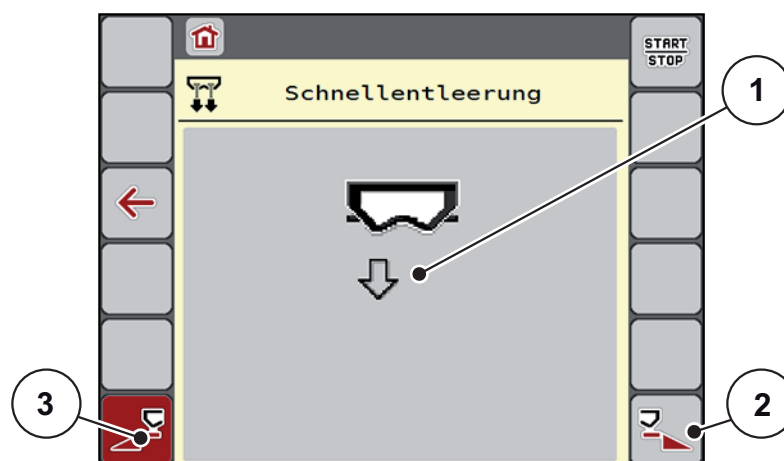

Bild 4.12: Menü Schnellentleerung
- ▷ Das Display zeigt die gewählte Teilbreite als Symbol (Bild 4.12, Position [2]).